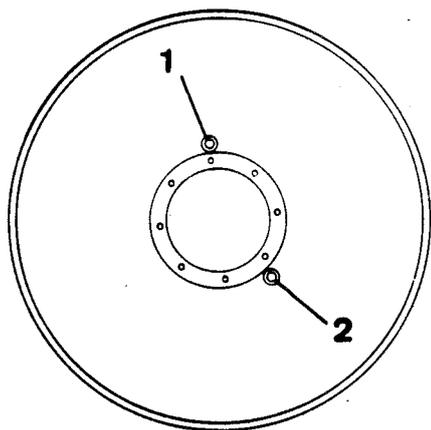

Fig. 29 Emplacement du cylindre
- 1 Conduire le rouleau jusqu'à ce que le bouchon de vidange (1) arrive au plus bas.
- 3 Conduire le rouleau jusqu'à ce que le bouchon (1) arrive tout en haut.
- 4 Remplir d'huile D selon Lubrifiants, page 1, jusqu'au milieu du niveau visible, voir fig. 29.